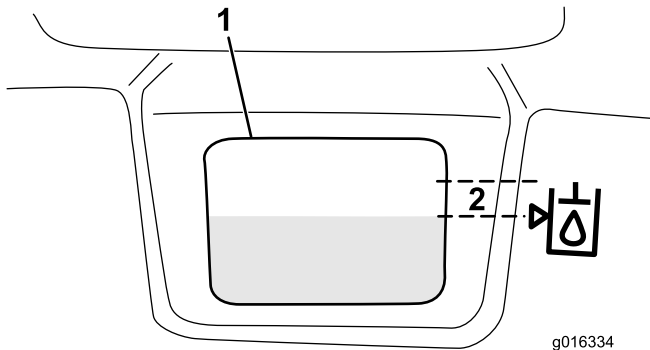

图32
- 将适当的液压油缓慢注入油箱，直至油位达到油箱前面白色窗口旁边符号箭头所指的 6mm 或以下位置（图32）。切勿过量添加。